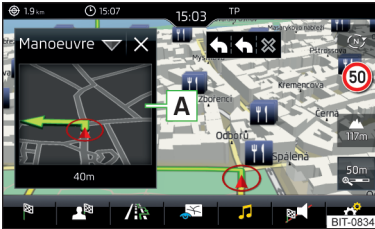

Abb. 160
Das Infotainment bietet die Möglichkeit an, im Zusatzfenster **Position** » **Abb. 160** auf Seite 153 die folgenden Informationen zur aktuellen geographischen Fahrzeugposition sowie zum Satellitensignal anzuzeigen.
- Zur **Auswahl des Inhalts** des Zusatzfensters » **Abb. 160** die Funktionsfläche antippen und kontextabhängig eines der folgenden Menüs wählen.